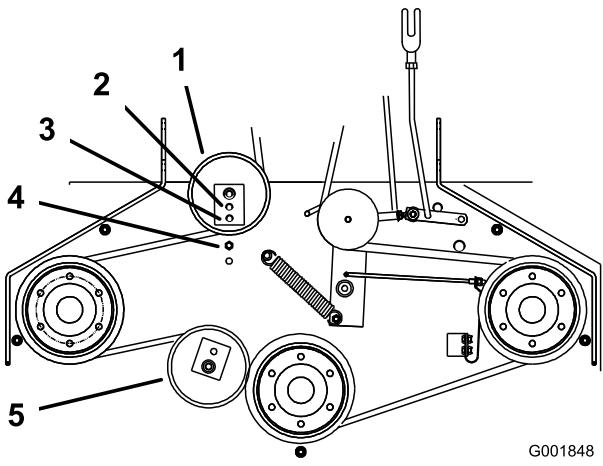

Figure 49
- S'il n'est plus possible de régler le tendeur et que la courroie est encore détendue, il faut repositionner la poulie de tension arrière au trou central ou avant (Figure 49). Utilisez le trou qui donnera le réglage correct.
- Lorsque la poulie de tension est déplacée, le guide de courroie doit l'être aussi. Placez le guide de courroie à la position avant (Figure 49).